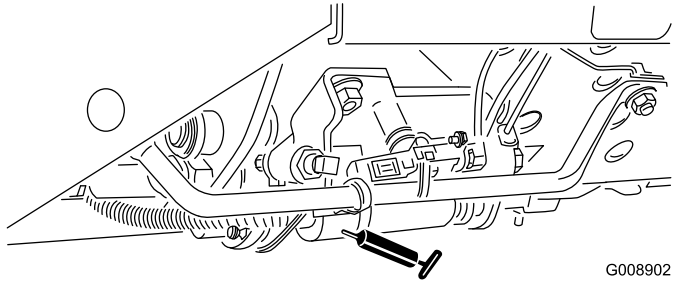

**Bild 40**
- Neutraleinstellungsmechanismus (**Bild 40**)